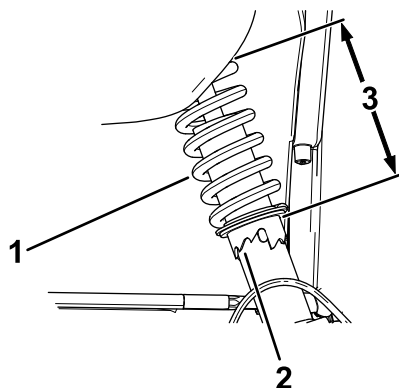

Figure 45
2. Si le carrossage des roues n'est pas correct, utilisez la clé à ergots pour tourner le collet sur l'amortisseur et orienter la roue correctement (Figure 45).